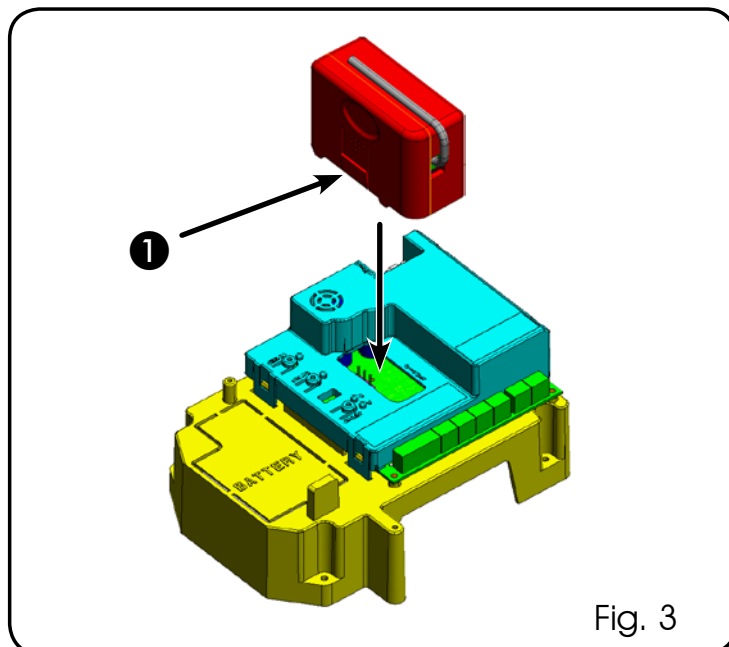

Fig. 3
L'armoire électronique est munie d'un système de décodage (DS, SLH, LC) bicanal intégré appelé OMNIDEC. Ce système permet de mémoriser, par l'intermédiaire d'un module récepteur supplémentaire (Fig. 3 réf. ①) et de radiocommandes de la même fréquence, tant l'ouverture totale (OPEN A) que l'ouverture partielle (OPEN B) de l'automatisme.